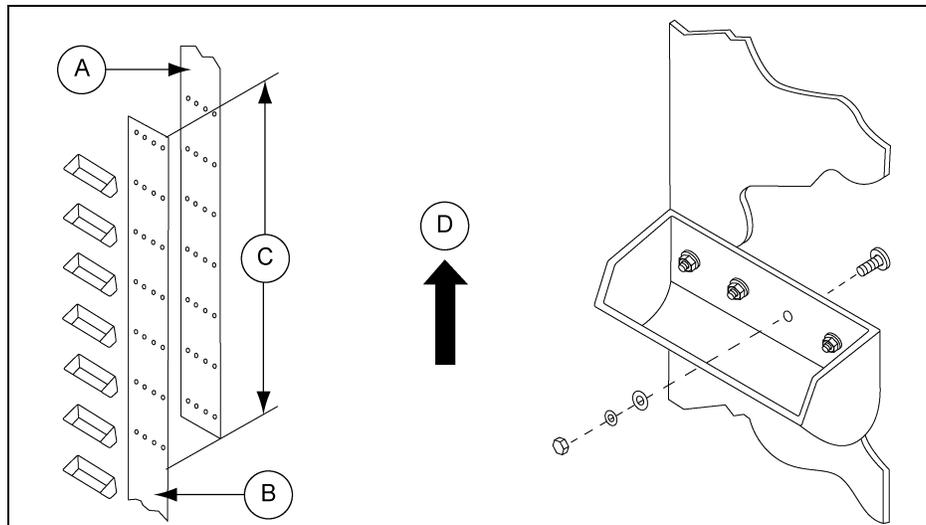

Рисунок 10А Соединение ремня
1. При соединении ремня с нахлестом наложите не менее 5' (5 футов) части ремня, идущей снизу, на часть ремня, идущей сверху. (см. рисунок 10А на стр. 32.)